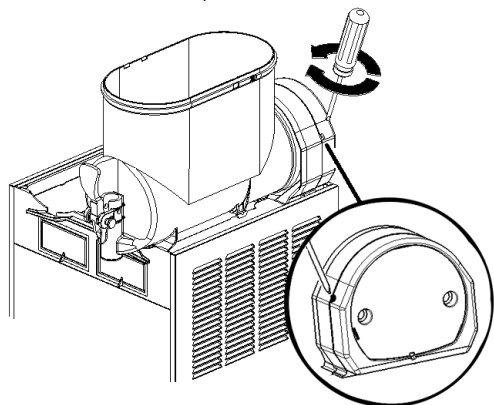

figura 3
- 1 **Regulación de la densidad:** la densidad óptima del granizado ha sido ya ajustada en fábrica. Si se quiere variar dicha densidad girar con un destornillador el correspondiente tornillo de ajuste situado en cada una de las paredes posteriores del distribuidor (ver figura 3):